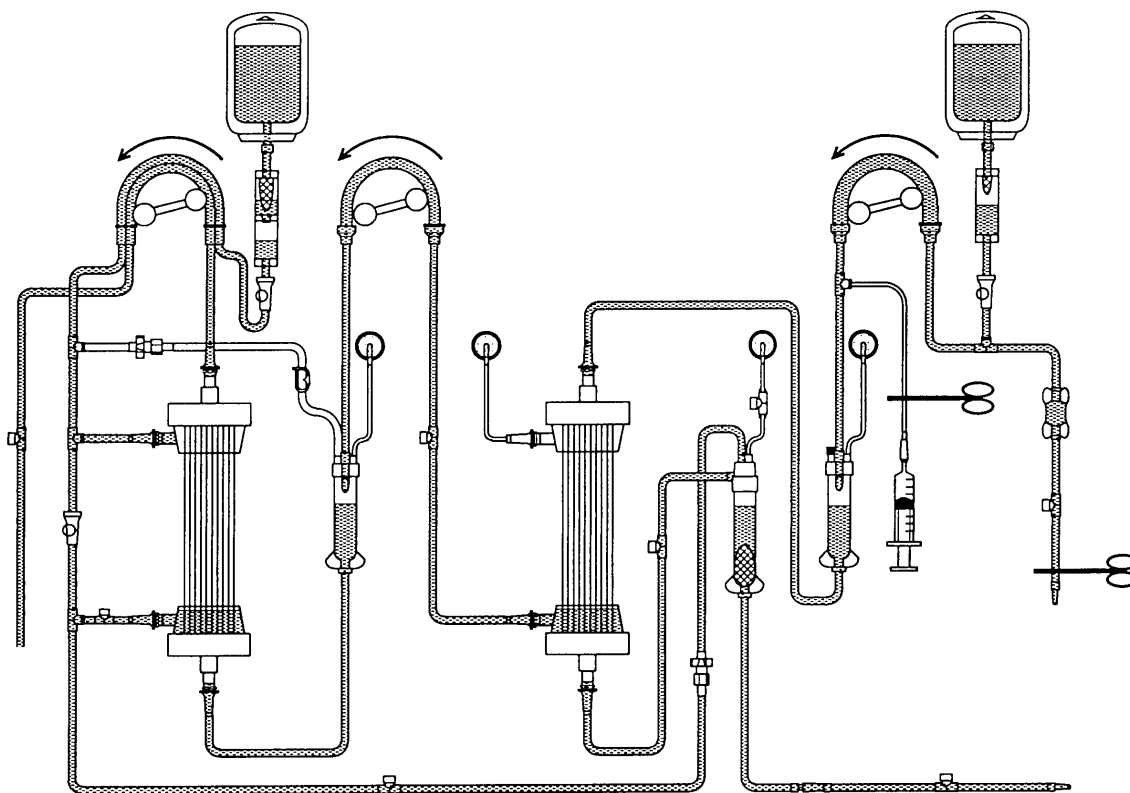

図 14 濾液血漿，置換液・廃液回路のローリングチューブのセットと全体の洗浄
9) 濾過液側の洗浄が終了したら、補充液回路を生食に接続して回路内先端まで充填し濾過液回路と接続する。濾過液回路も先端まで充填したら静脈側ドリップチャンバーの血漿回収ラインと接続する(図14)。